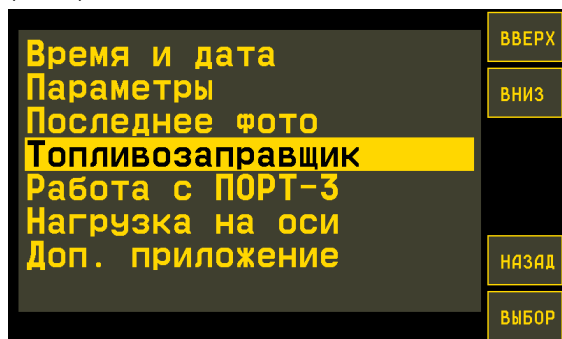

Рис.5. Настройки рабочего экрана АвтоГРАФ-ИНФО (TFT).
- Далее, если устройство «AGFC» настроено как устройство ПОРТ-3 – имеет адрес F9 на шине RS-485, то в меню «Рабочий экран» нужно выбрать режим «Работа с ПОРТ-3» (Рис.5).
- Если устройство «AGFC» работает в расширенном режиме – имеет адрес в диапазоне от D0 до D7, то в меню «Рабочий экран» нужно выбрать режим «Топливозаправщик» (Рис.5).